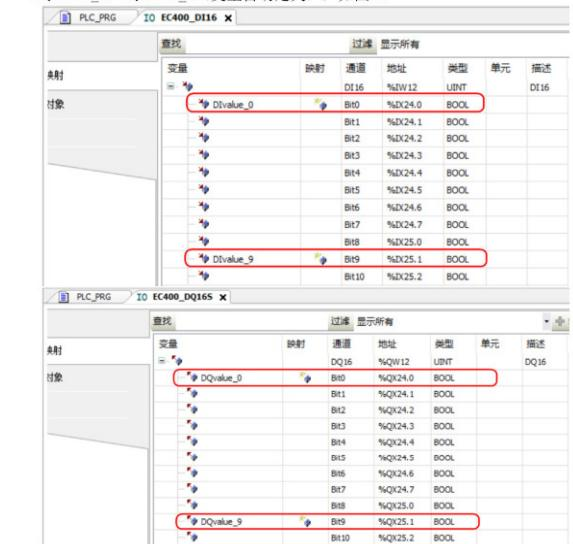

图 5 IO 映射
3) 在 IO 模块的 I/O 映射界面，添加 0、9 通道的映射变量 D1value\_0、D1value\_9、DQvalue\_0、DQvalue\_9（变量自定义），如图 5。